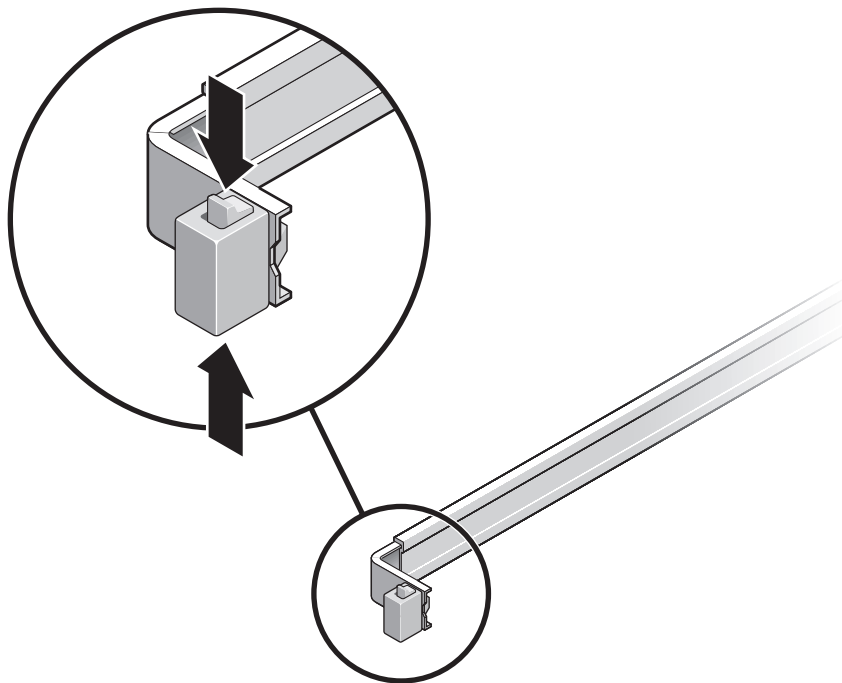

FIGURA 2-1 Sblocco del gruppo di scorrimento
- a. Premere e tenere premuti simultaneamente i pulsanti di blocco superiore e inferiore del blocco della guida (FIGURA 2-1).